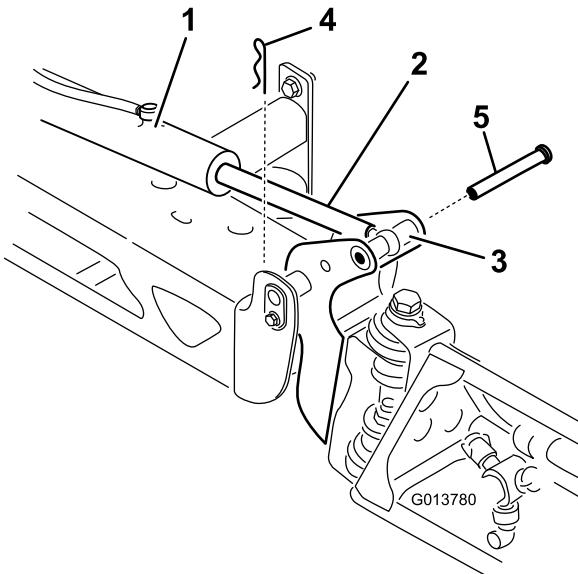

Figura 62
2. Retire o gancho do passador de forquilha (Figura 62).
3. Eleve a secção, retire o passador de forquilha e lentamente baixe a secção para o solo (Figura 62).
7. Enquanto sustenta a secção de pulverização, insira o passador de forquilha através tanto da articulação da rampa como da barra do acionador (Figura 62).